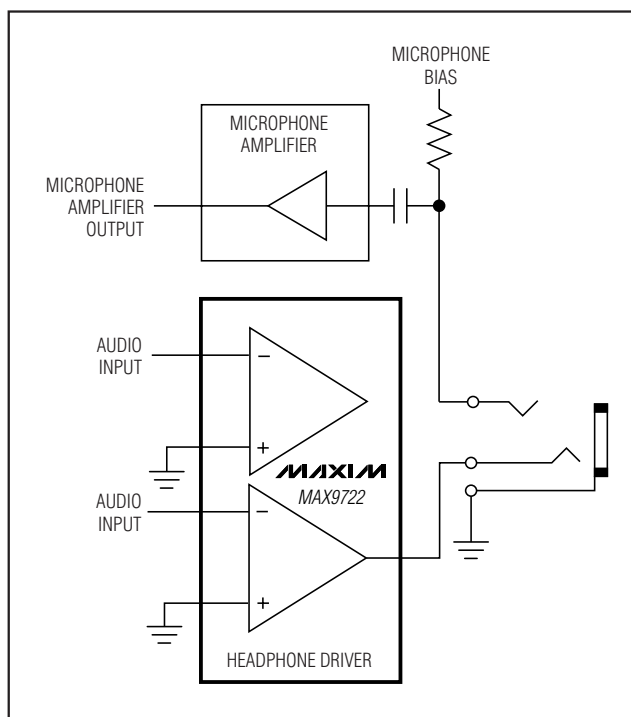

图 3. Earbud 扬声器/麦克风相组合的耳机配置
- 当麦克风与扬声器组合使用时，麦克风通常需要一个 GND 参考点。塞孔上的放大器直流偏置会与麦克风的要求（图 3）相冲突。